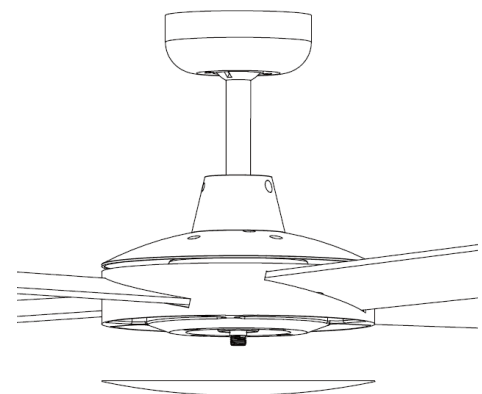

Fig. 7
5. Reinstallare la piastra di copertura ruotandola in senso orario (Fig. 7).